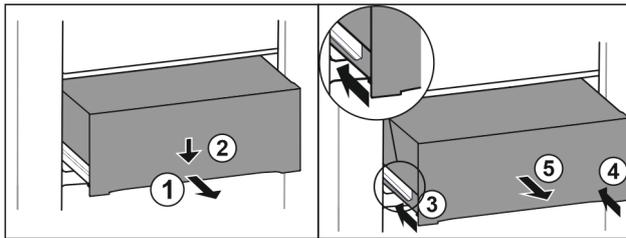

Fig. 86
- ▶ Schubfach halb herausziehen. Fig. 86 (1)
- ▶ Schubfach an der Vorderseite nach unten drücken. Fig. 86 (2)
- ▶ Linke Schiene etwa 2 cm einschieben. Fig. 86 (3)
- ▶ Rechte Schiene etwa 2 cm einschieben. Fig. 86 (4)
- ▶ Schubfach nach vorne entnehmen. Fig. 86 (5)